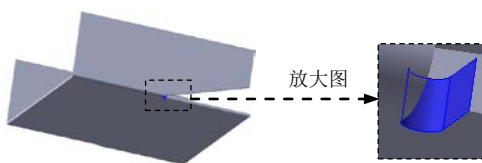
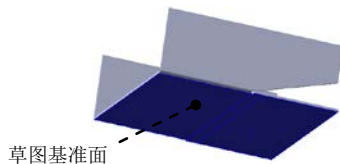

图 9.18 切除—拉伸 1
图 9.19 草图基准面
Step6. 创建图 9.18 所示的切除—拉伸 1。
(1) 选择命令。选择下拉菜单 **插入(I)** → **切除(C)** →  **拉伸(E)...** 命令。
(2) 定义特征的横断面草图。
① 定义草图基准面。选取图 9.19 所示的模型表面作为草图基准面。